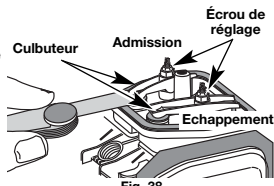

Fig. 38
7. Glissez la jauge d'épaisseur entre le culbuteur et le ressort de rappel de la soupape. Mesurez le jeu entre la tige de soupape et le culbuteur (Fig. 38). Faites-le pour les soupapes d'admission et d'échappement.
L'écart de jeu recommandé pour l'admission et l'échappement est de 0,076 – 0,152 mm (0,003 – 0,006 po). Servez-vous d'une jauge d'épaisseur d'automobile standard de 0,127 mm (0,005 po). La jauge d'épaisseur devrait pouvoir glisser entre le culbuteur et la tige de soupape en rencontrant une faible résistance mais sans coller (Fig. 38 et 39).